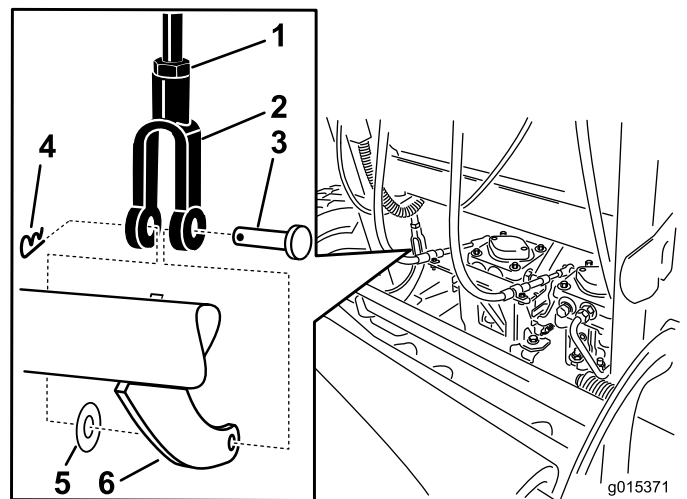

図 64
5. ブレーキの調整を行うには、下ブレーキレバーとヨークからクレビスピンとヘアピンコッターを外す（図 64）。
6. ジャムナットをゆるめる（図 64）。
7. ヨークを回転させる（図 64）。
8. ヨークを下ブレーキレバーに固定する； クレビスピンとコッターピンを使用（図 64）。
9. ジャムナットを締める（図 64）。